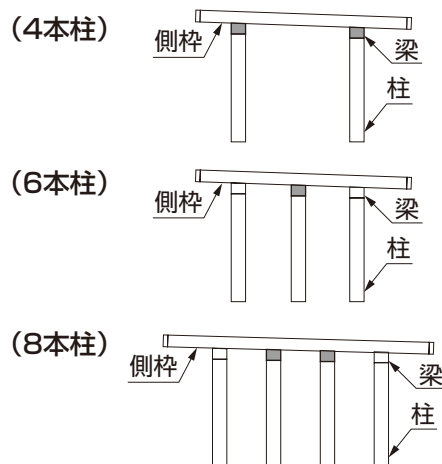

図4-10 側枠取付金具取付け位置
- ①図4-10の取付け位置の梁の水下側に側枠取付金具を仮当てし、取付用の下穴 $\phi 3.5$ をあけて【11-1】で取付けてください。